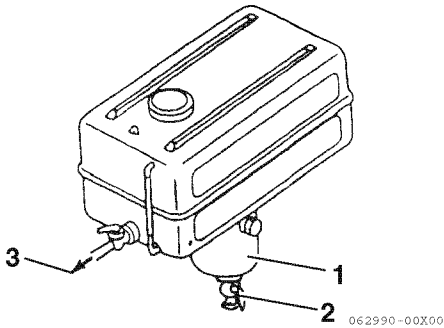

Figure 2
Installez un robinet de purge (**Figure 2, (2)**) au fond du réservoir à carburant pour enlever l'eau et les contaminants de la cuvette de sédimentation (**Figure 2, (1)**).